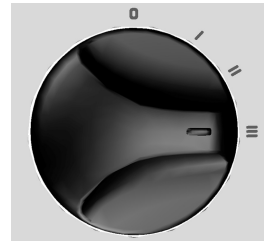

fig. 5
- Zur Aktivierung der Funktion HÖCHSTLEISTUNG drehen Sie den Knopf "A" (Abb. 1) so, dass der Bezug "I" mit dem Symbol "III" auf der Bedienkonsole (Abb. 5) zentriert ist.
- Para activar la función POTENCIA MÁXIMA, gire la manija "A" (fig. 1) de tal forma que la referencia "I" quede alineada con el símbolo "III", presente en el panel de mandos (fig. 5).